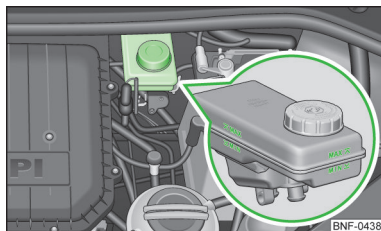

Fig. 102
El depósito de líquido de frenos del sistema se encuentra en el vano motor » fig. 102 de la página 117.
- Si el nivel de líquido desciende por debajo de la marca "MIN" » fig. 102 de la página 117,  no siga conduciendo. ¡Existe peligro de accidente! Recorra a la asistencia de un taller especializado.
➤ Compruebe el nivel del líquido de frenos en el depósito » fig. 102.